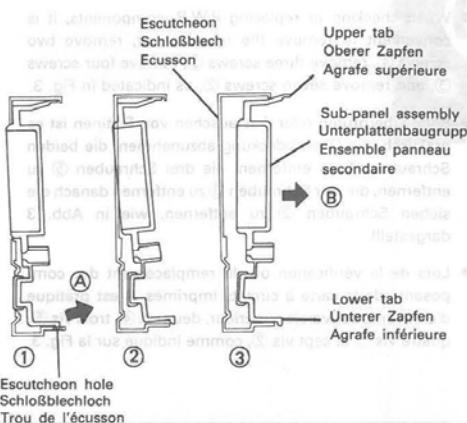

Fig. 6 Abb. 6
After removing the volume control knob (one), BALANCE control knob (one), TREBLE control knob (one), BASS control knob (one), SPEAKERS switchover knob (one) and nuts (one each), remove the sub-panel assembly lower tabs from the escutcheon holes (at three places) (Fig. 6 ①). Pull the lower part of the assembly in the direction of arrow ④ and remove the upper tabs from the escutcheon holes (at four places) (Fig. 6 ②). Keeping the escutcheon and the sub-panel assembly parallel, pull the sub-panel assembly away from the unit in the direction of arrow ⑧.
Nach dem Abnehmen des Lautstärkereglers (eins), Balancereglers (BALANCE) (eins), Höhenreglers (TREBLE) (eins), Baßreglers (eins), Lautsprecherschalters (SPEAKERS) (eins) und der Muttern (jeweils eins), die unteren Zapfen der Unterplattenbaugruppe aus den Schloßblechlöchern ziehen (an drei Stellen) (Abb. 6 ①). Den unteren Teil der Baugruppe in Pfeilrichtung ④ abziehen und die oberen Zapfen aus den Schloßblechlöchern nehmen (an vier Stellen) (Abb. 6 ②). Das Schloßblech und die Unterplattenbaugruppe parallel halten und die Unter-Baugruppe von der Einheit in Pfeilrichtung ⑧ abziehen.
Après avoir enlevé le bouton de réglage du volume (un), le bouton d'équilibrage (BALANCE) (un), le bouton de réglage d'aigu (TREBLE) (un), le bouton de commutation des haut-parleurs (SPEAKERS) (un) et les écrous (un chacun), retirer les agrafes inférieures de l'ensemble panneau secondaire hors des trous de l'écusson (trois endroits) (Fig. 6 ①). Tirer la partie inférieure de l'ensemble dans le sens de la flèche ②, et retirer les agrafes supérieures des trous de l'écusson (quatre endroits) (Fig. 6 ③). Tout en conservant l'écusson et l'ensemble panneau secondaire parallèles, sortir l'ensemble panneau secondaire hors de l'appareil dans le sens de la flèche ④.